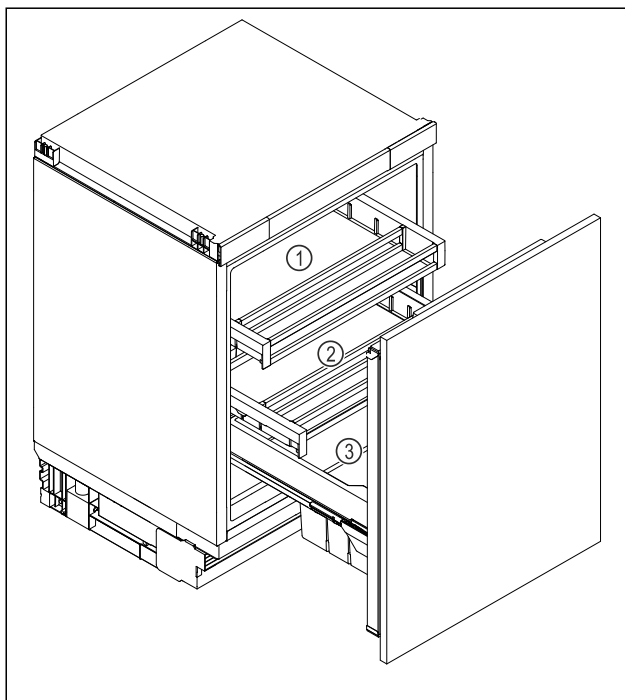

Fig. 6
- Oberes Schubfach Fig. 6 (1): Butter, Käse, Konserven und Tuben lagern.
- Unteres Schubfach Fig. 6 (2): Leicht verderbliche Lebensmittel wie fertige Speisen, Fisch, Fleisch- und Wurstwaren lagern.
- Obst- und Gemüsebox Fig. 6 (3): Verpacktes Obst und Gemüse lagern.
- Getränkefach Fig. 6 (3): Einzelne Flaschen lagern.